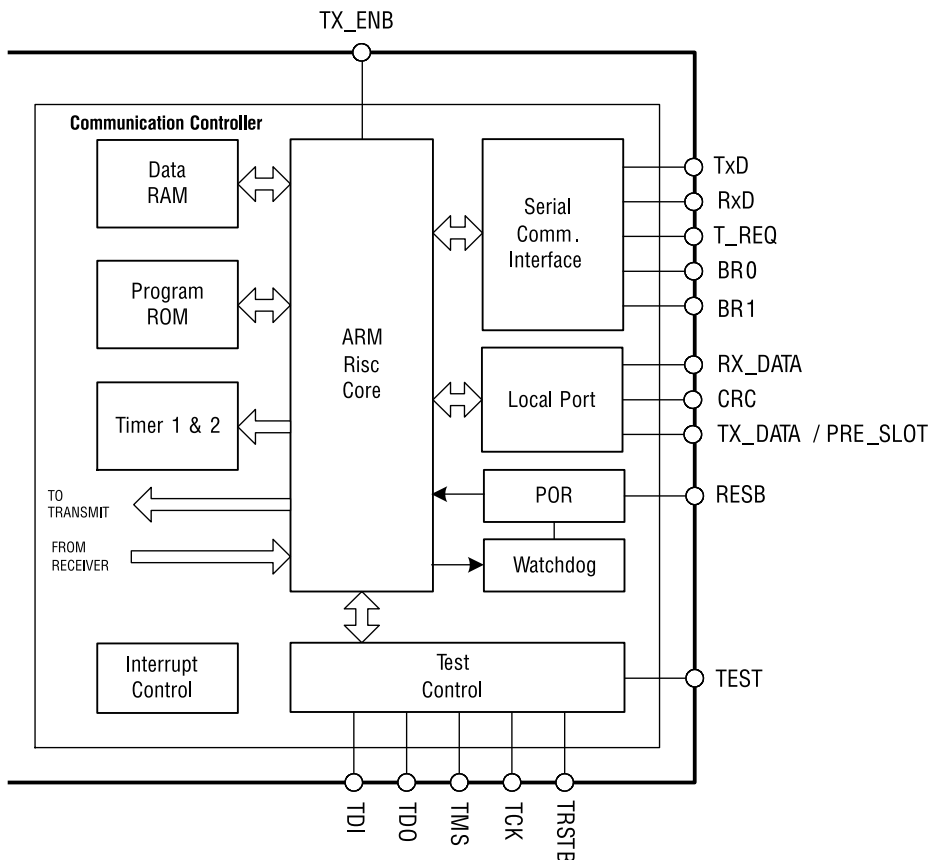

Рис. 8. Контролер обмена данными
**Контролер обмена данными.** Блок контролера обмена данными (рис. 8) состоит из 32-разрядного RISC с архитектурой ARM, работающего в 16-разрядном режиме Thumb, и его периферийных модулей: ОЗУ данных, ПЗУ программ, таймеры Timer 1 и 2, контролер прерываний, система самотестирования, WDT и POR, I/O-порты и интерфейс SCI. Микропроцессор запрограммирован для поддержки физического и MAC-уровня в соответствии с IEC 61334-5-1. Программа хранится в масочном ПЗУ. ОЗУ содержит необходимое для запоминания рабочих данных пространство. Внешний интерфейс состоит из локального порта и блока SCI. Этот интерфейс используется для обмена данными с прикладным МК (реализующим уровень приложения для концентратора, счетчика электроэнергии и т.п.) и для конфигурирования модема.